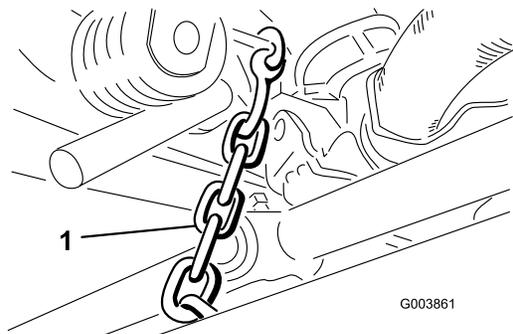

Figure 11
- 9. Détachez la chaîne de blocage du bras de levage et fixez-la au tube transversal de chaque plateau de coupe arrière au moyen d'un boulon, d'une rondelle plate et d'un contre-écrou (Figure 11).